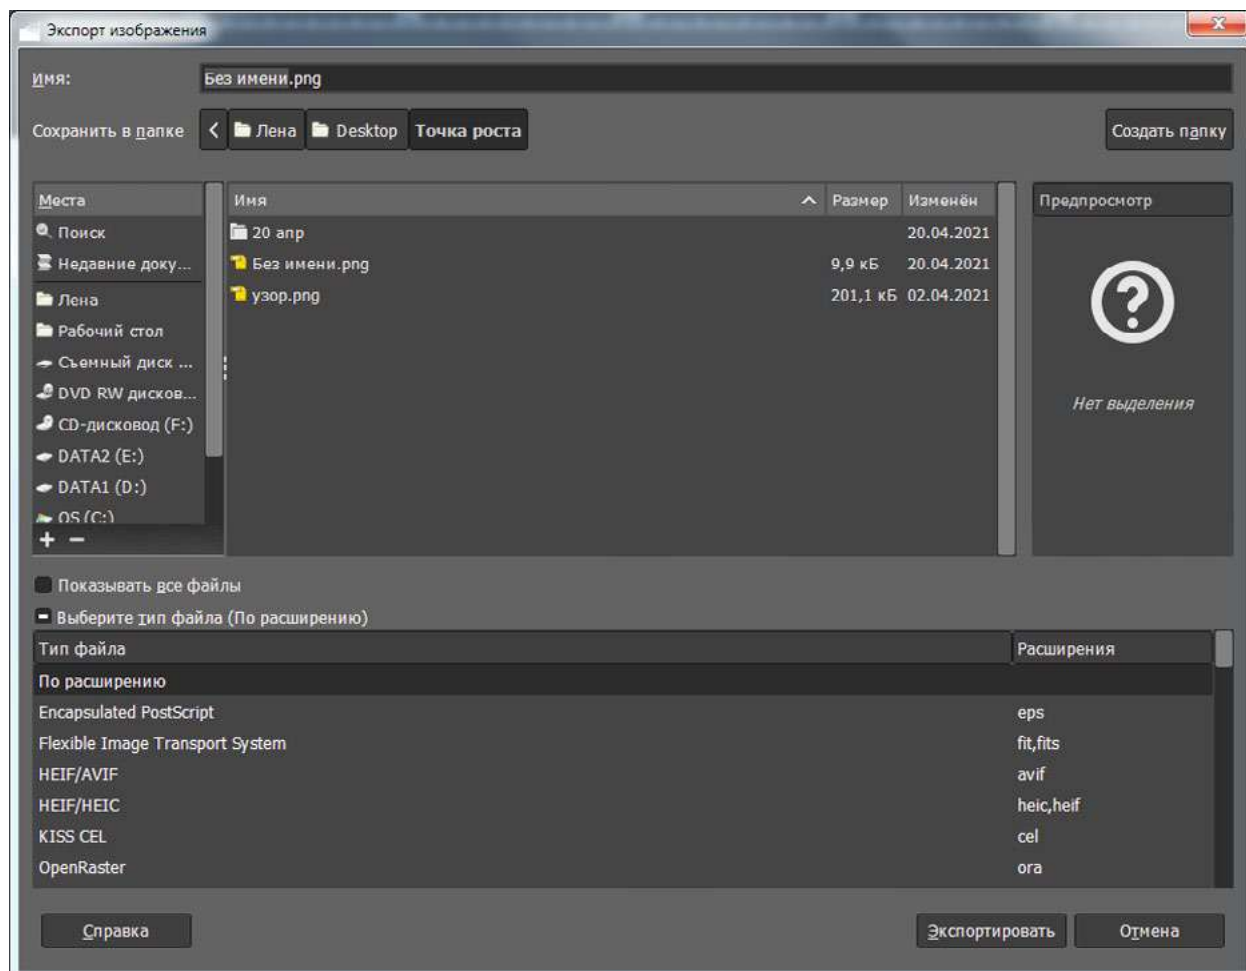

**Рис. 4.** Окно «Просмотр»
2.6. Нажать на кнопку **Просмотр** (рис. 4).